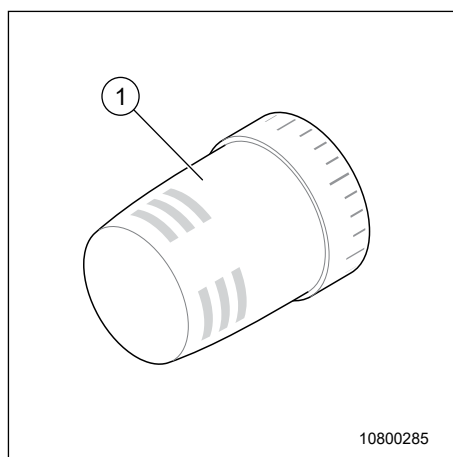

Fig. 141 Tête thermostatique
Régler la température du radiateur chauffe-serviettes à l'aide de la tête thermostatique (Fig. 141, pos. 1).